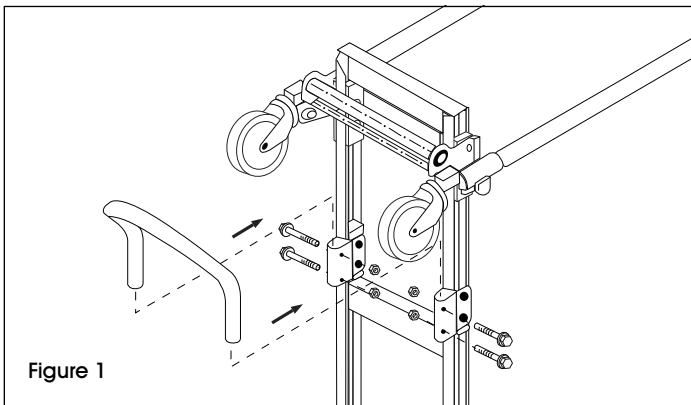

Figure 1
1. Glissez la poignée dans les supports de poignée se trouvant sur la face arrière du cadre. Insérez la poignée dans les trous des supports. Si la poignée ne veut pas glisser, desserrez les boulons des supports. Insérez quatre boulons à tête hexagonale à embase à travers les supports et la poignée et fixez-les à l'aide d'écrous freinés. (Voir Figure 1)